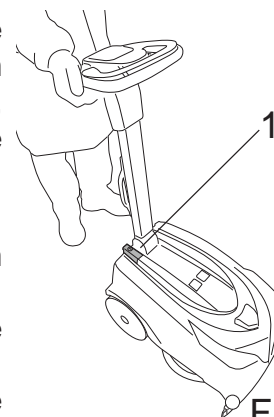

Fig.10
- Schakel de machine in door de hoofdschakelaar in te drukken (Fig.10-Ref.1).